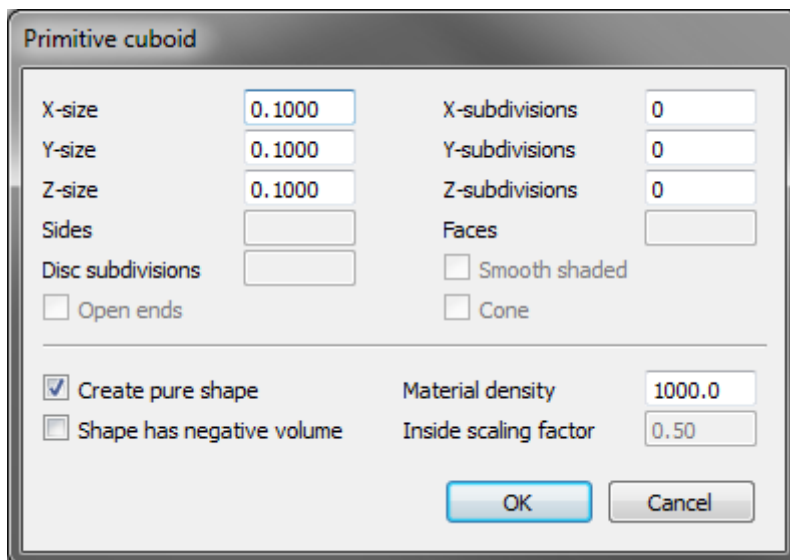

Рисунок 11 – Диалог настройки параметров создаваемого кубоида
10. Добавляем на сцену препятствие для робота. Для этого необходимо кликнуть правой кнопкой мыши в области сцены. В появившемся контекстном меню необходимо выбрать «Add – Primitive shape – Cuboid» (аналогичная функция доступна через главное меню программы). Отобразится диалоговое окно настройки параметров создаваемого объекта (рисунок 11).